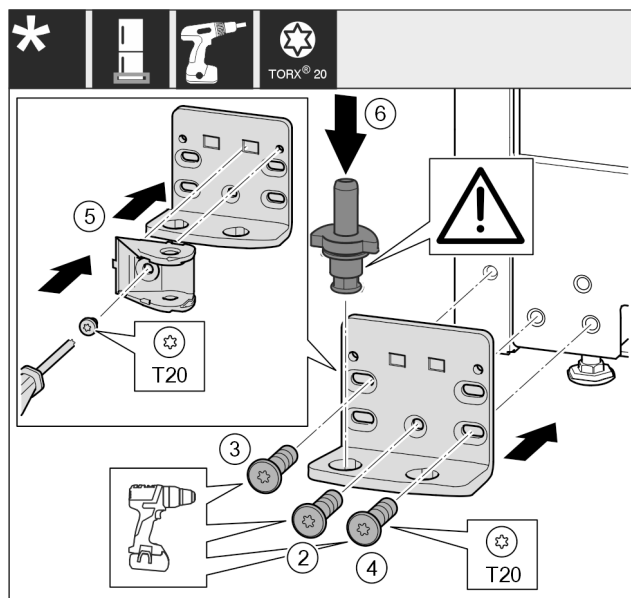

Fig. 49 *
- Nasad'te stojan ložiska na druhé straně a přišroubujte pomocí šroubováku. Začněte šroubem Fig. 49 (2) dole uprostřed.*
- Utáhněte šroub Fig. 49 (3) a šroub Fig. 49 (4).*
- Spojení tlumiče zavírání Fig. 49 (5) otočte o 180°. Šroubovákem přišroubujte na druhé straně stojanu ložiska.*
- Zcela vložte ložiskový čep Fig. 49 (6). Přitom dávejte pozor, aby zajišťovací vačka směřovala dozadu.*